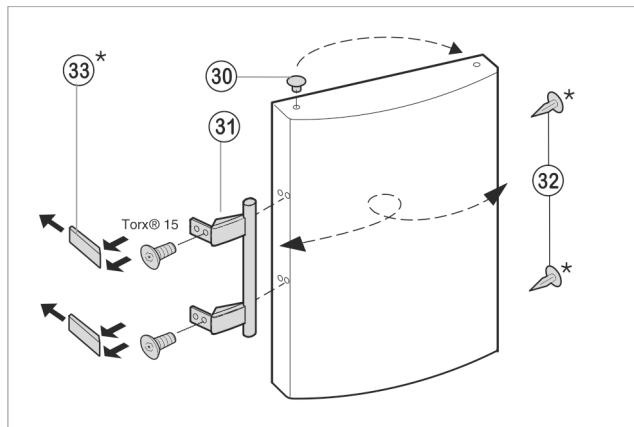

Fig. 8
- ▶ Wyciągnąć wkładkę Fig. 8 (30) z zawiasu drzwi i przetożyć na drugą stronę.
- ▶ Zdemontować uchwyt drzwi Fig. 8 (31), zatyczki Fig. 8 (32) oraz płytki dociskowe Fig. 8 (33) i przetrześć je na przeciwną stronę.